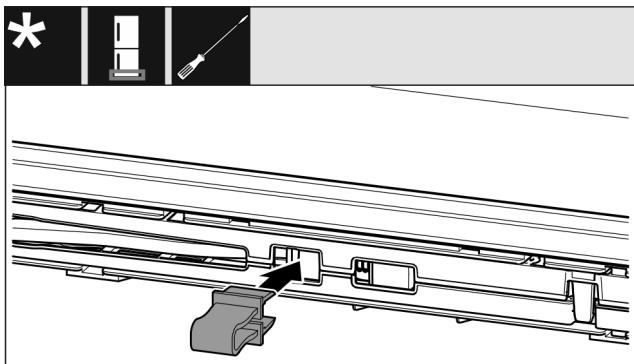

Fig. 12
► Зафиксируйте предохранитель в отверстии Fig. 12 (1).